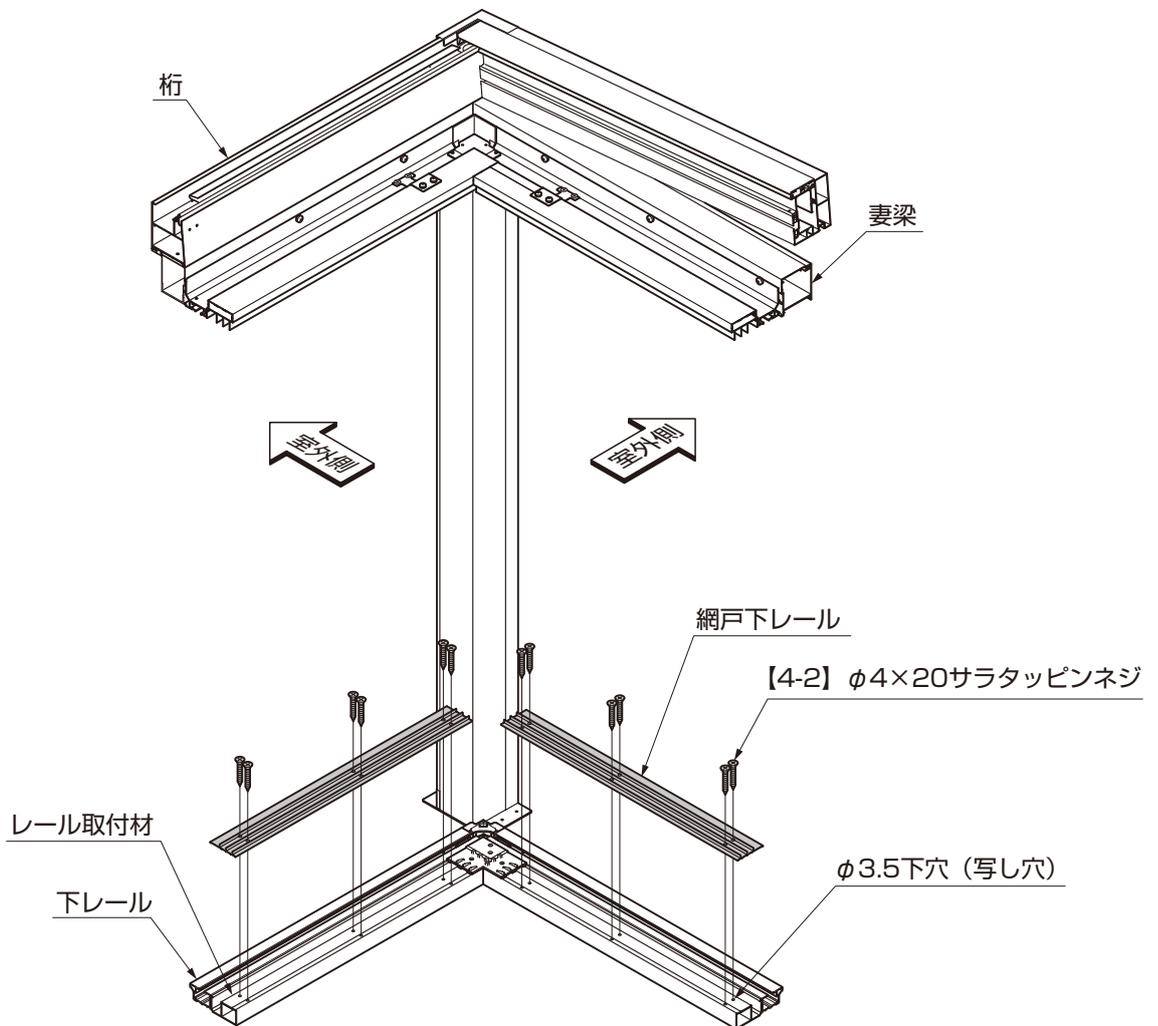

図6-7
- ② 網戸下レールの穴をガイドにして下レールスペーサーにφ3.5の穴をあけてください。(図6-7参照)
- ③ 網戸下レールをレール取付材に【4-2】で取付けてください。(図6-7参照)